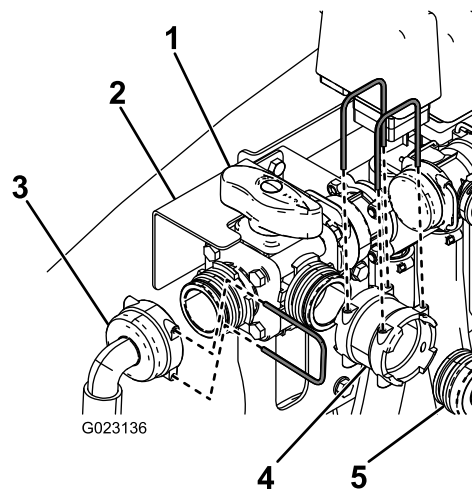

Figura 21
- Usando los pernos que retiró anteriormente, instale el soporte de la válvula sobre el soporte pequeño (Figura 21).
- Sujete la válvula en T a la válvula de agitación con la horquilla de retención que retiró anteriormente (Figura 21).